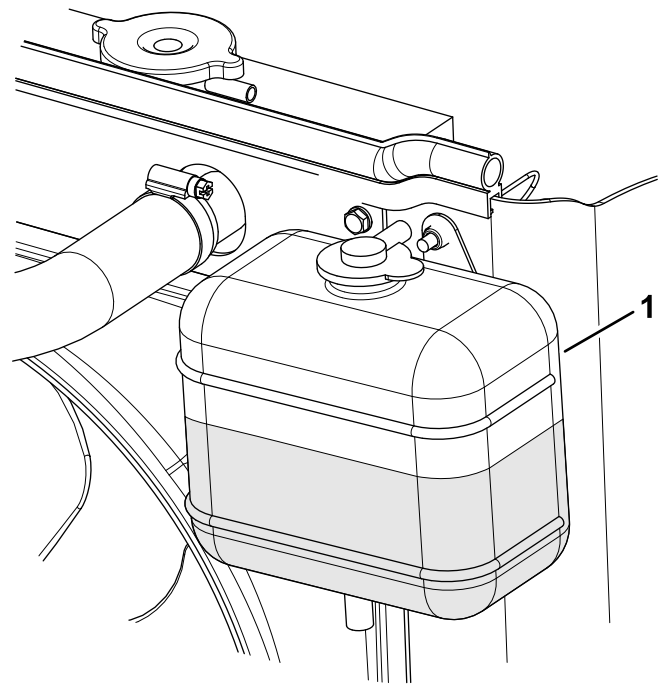

Figura 81
3. Compruebe el nivel de refrigerante en el depósito de expansión (Figura 81).